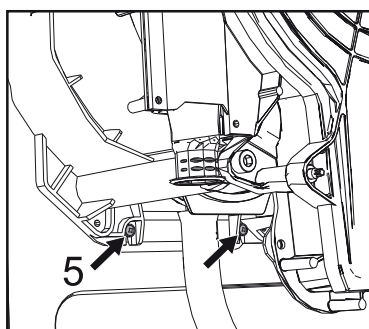

fig. 57 -
- Draai de 2 onderste schroeven "5" los waarmee de wisselaar aan het frame bevestigd is ("fig. 57 -")